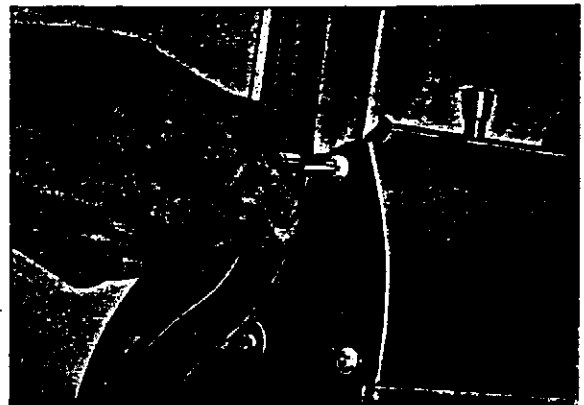

Abb. 19 Ausbau der oberen Zierleiste
3. Obere Zierleiste lösen. Diese wird durch vier Schrauben an der Kante der Tür gehalten, siehe Abb. 19.